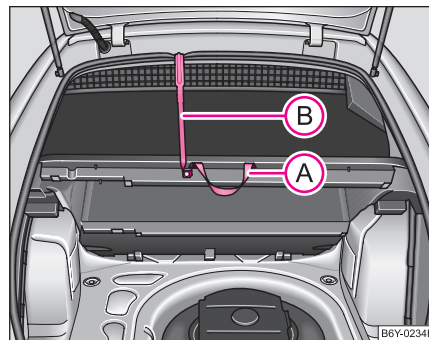

Fig. 191 Fixarea mochetei cu un cârlig din plastic
- Ridicați mocheta de mânerul ① și fixați-o cu cârligul de plastic ② (acesta se găsește sub marginea mochetei) de marginea superioară a hayonului ⇒ fig. 191. ■